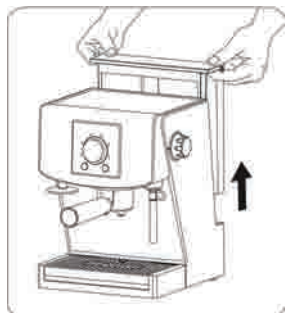

Рис. 11
- 13.3. Свалете резервоара за вода (1) и подноса за оттичане (8) заедно с решетката (7) от експреса (Рис. 11).
- 13.24. Свалете резервоара (1) и подноса за оттичане (8) заедно с решетката (7) от експреса (Рис. 11).